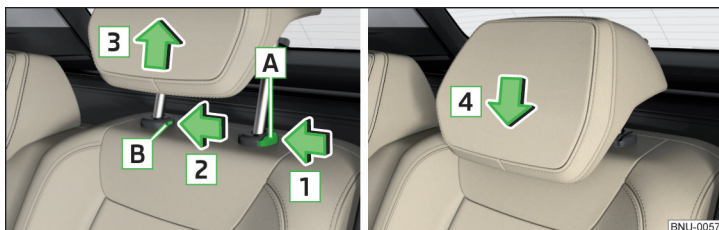

Fig. 98 Extraction/insertion des appuie-têtes arrière
- Maintenez le bouton de verrouillage **A** dans le sens de la flèche **1**, poussez en même temps avec un tournevis à tête plate (d'une épaisseur de 5 mm max.) le bouton de verrouillage dans l'ouverture **B** dans le sens de la flèche **2** et enlevez-le en tirant dans le sens de la flèche **3** » fig. 98.
Pour les sièges VarioFlex, les appuie-têtes sortis peuvent uniquement être retirés des dossiers centraux en maintenant le bouton de sécurité **A** » fig. 98 enfoncé.